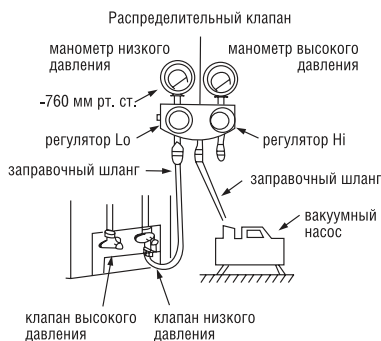

Рис. 25
(см. рис. 25)
- После окончания удаления воздуха, полностью закройте вентиль Lo и выключите вакуумный насос. Продолжительность вакуумирования не менее 15 мин. Давление на манометре должно стать равным  $-1.0 \times 10^5$  Па ( $-760$  мм рт.ст.) (рис. 25).